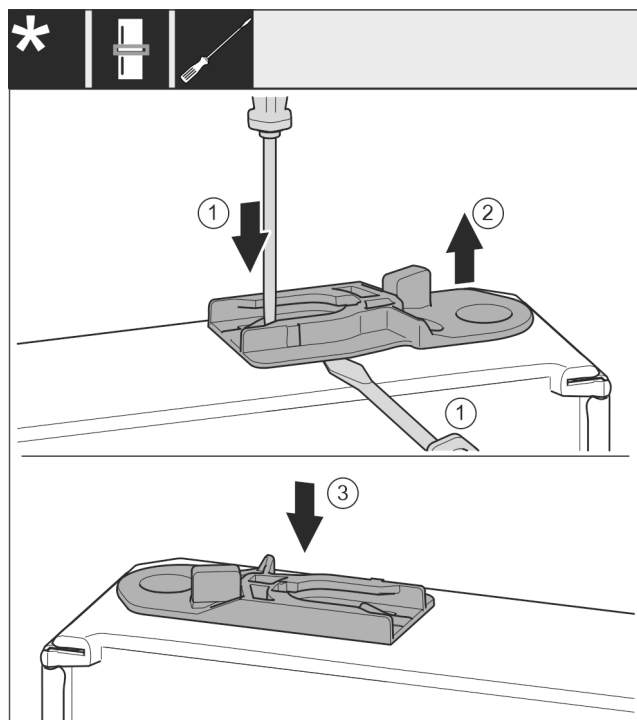

Fig. 36
- Vytáhněte vodící pouzdro: Stiskněte lamelu plochým šroubovákem a současně jím zajedte pod vodící pouzdro. Fig. 36 (1, 2)
- Vodící pouzdro, které je součástí rozsahu dodávky nasuňte na druhé straně skříně. Fig. 36 (3)